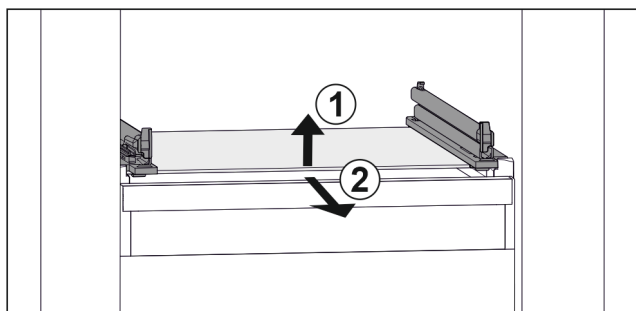

Fig. 98 Примерное отображение стеклянной пластины
- ▶ Приподнимите стеклянную пластину спереди. Fig. 98 (1)
- ▶ Извлеките стеклянную пластину движением вперед. Fig. 98 (2)